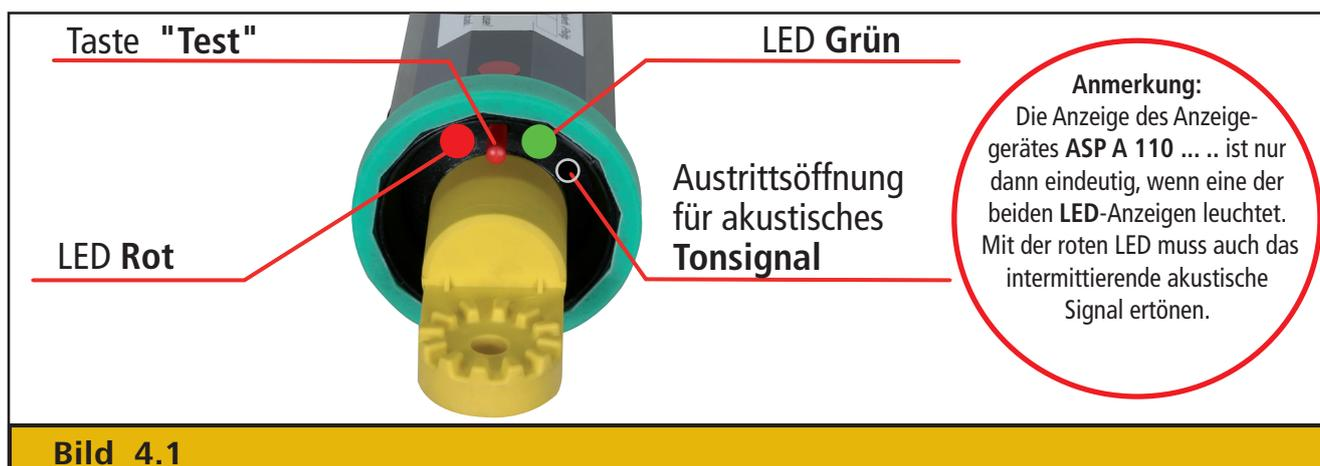

Bild 4.1
- Während des Prüfungsvorganges wird mit der Anzeige **"Spannung vorhanden"** automatisch die Betriebsbereitschaft für ca. **120 sec.** verlängert (siehe Bild 4.1).